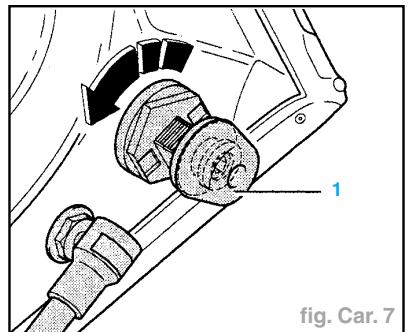
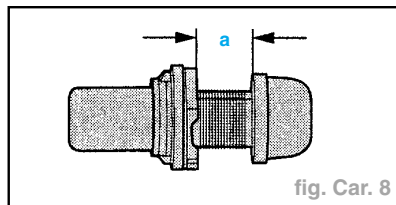

fig. Car. 7
fig. Car. 8
- A l'aide d'une clé polygonale (ouverture **24**), tourner la butée de réglage de **90°** et la retirer du logement préformé (fig. Car. 7).
- Retirer la butée caoutchouc (1) de la butée de réglage et desserrer la vis de calage (à six pans creux de **3 mm**) jusqu'à ce qu'il soit possible de retirer le coulisseau d'arrêt.
- Retirer le coulisseau d'arrêt du boîtier et le régler à la cote **a = 12,5 mm** (fig. Car. 8).
- Serrer la vis de calage (1) à 1,5 N.m (tournevis dynamométrique VAG 1624) (fig. Car. 7).